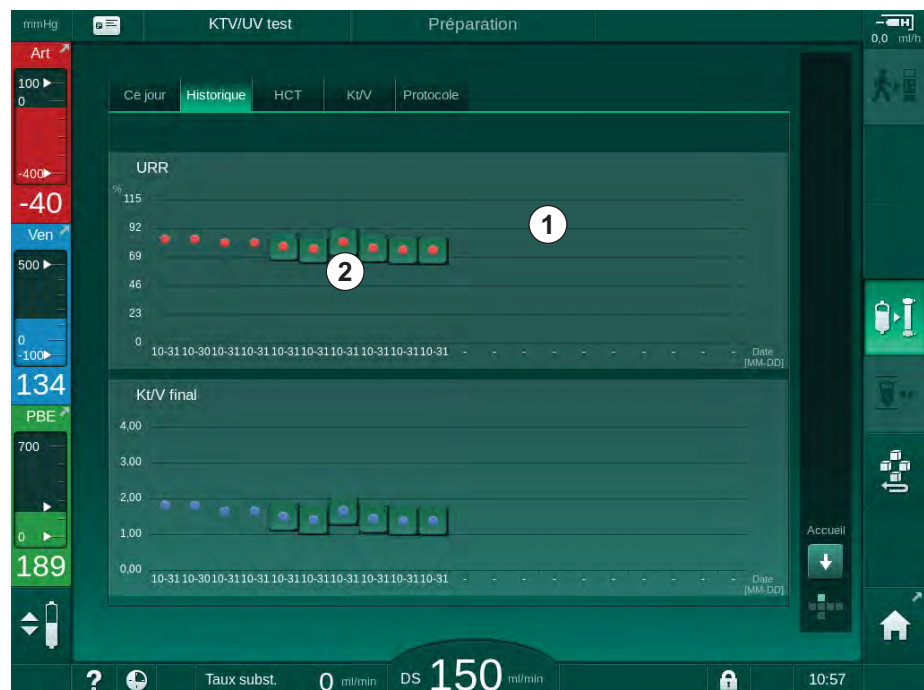

Fig. 11-12 Paramètre Historique sur l'écran *Infos*.
Des informations plus détaillées sont disponibles pour les 6 derniers traitements terminés. Après avoir touché la marque correspondante du paramètre (Fig. 11-12, ②) pour une certaine date, une tendance de ce paramètre est affichée pour cette thérapie particulière (Fig. 11-13). La résolution est de 5 minutes. La vue des tendances est fermée en touchant *Retour* ① .